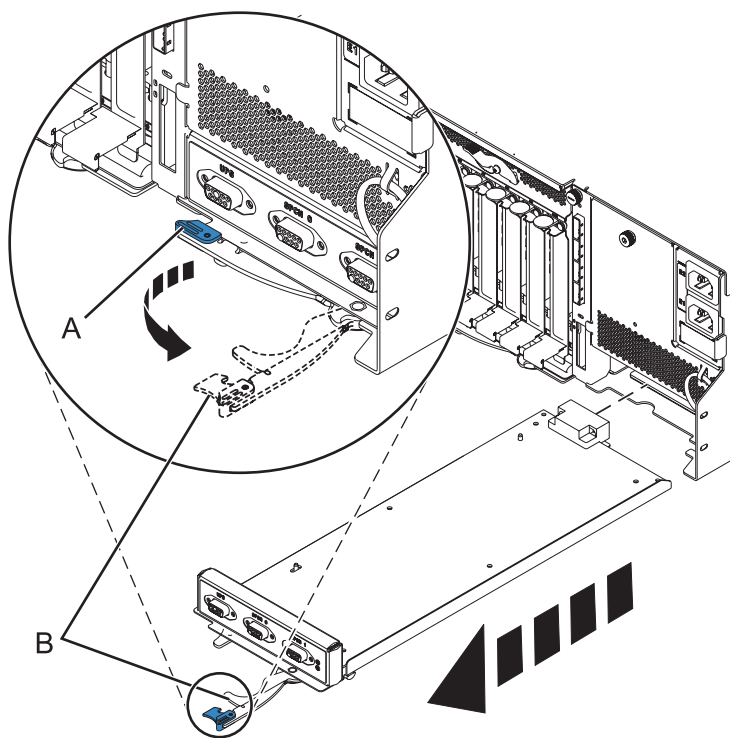

Figura 90. Extracció del controlador de gestió d'allotjaments
- b. Premeu el pestell (**A**) per desbloquejar la nansa (**B**). Consulteu Figura 90 a la pàgina 120.